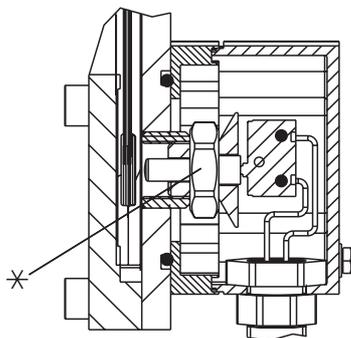

Fig. 25 Capteur de rupture de membrane (*)
- ▶ retirez le capot (4) de la lanterne (voir fig. 25)
- ▶ retirez un circlip (2) du goujon de la tête articulée et sortez le goujon (1)